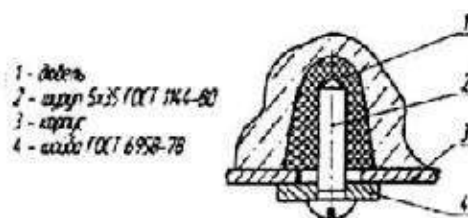
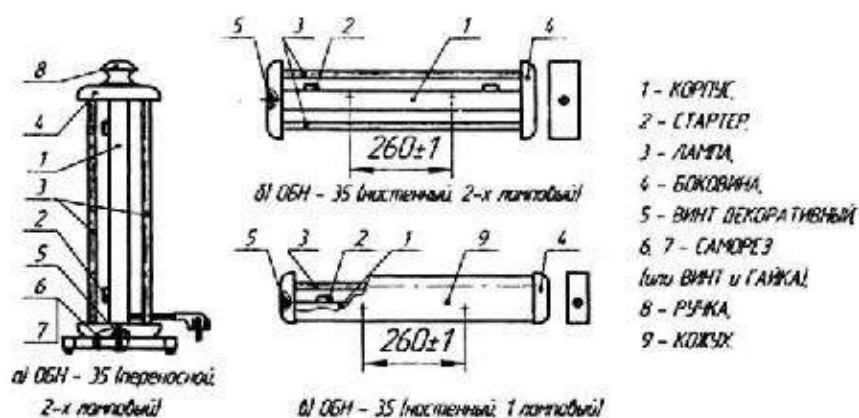

Рис. 1 Угол крепления крышки облучателя
Рис. 2. Общий вид облучателей медицинских бактерицидных
3.3 Проверить работу облучателя до его монтажа в следующей последовательности (см. рис. 1):
- открутить винты (5), снять боковины (4);
- установить стартеры (2), для чего необходимо вставить их в патроны и повернуть по часовой стрелке до упора;
- установить лампы (3), для чего необходимо одновременно завести контакты лампы в патроны и зафиксировать их;
- установить боковины (4) и закрепить винтами (5).
1.1 Подсоединить облучатель к сети в соответствии с электрической схемой рис. 2.